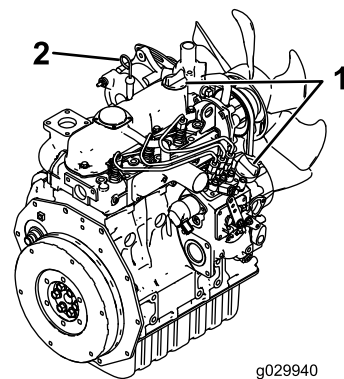

図 45
4. キャップ兼ディップスティックの周囲をきれいに拭く（図 45）。